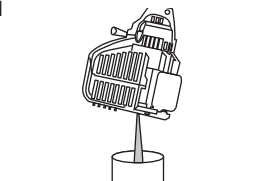

Fig. 26
- Vierta el aceite fuera del orificio de llenado de aceite en un recipiente inclinando la unidad hasta una posición vertical (Fig. 26). Deje suficiente tiempo como para completar el drenaje.